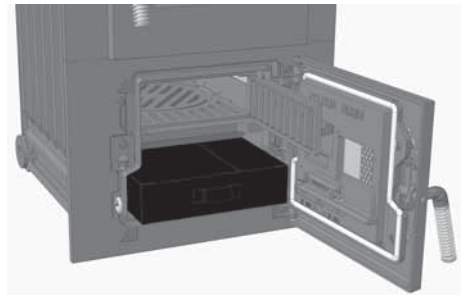

Abb. 3.18 Stehplatte und Entaschung bei Kohlefeuerung
- Um den Rost von Schlackerrückständen wie Steinen, Kohleschiefern und anderem zu befreien, wird die Stehplatte (siehe Abb. 3.18) geöffnet. Danach ist die Rosteinrichtung frei zugänglich und kann mit einem Schürhaken gesäubert werden.
- Die eigentliche Entaschung erfolgt über die Stehplattenöffnung (siehe Abb. 3.18) in den vorgezogenen Aschekasten.